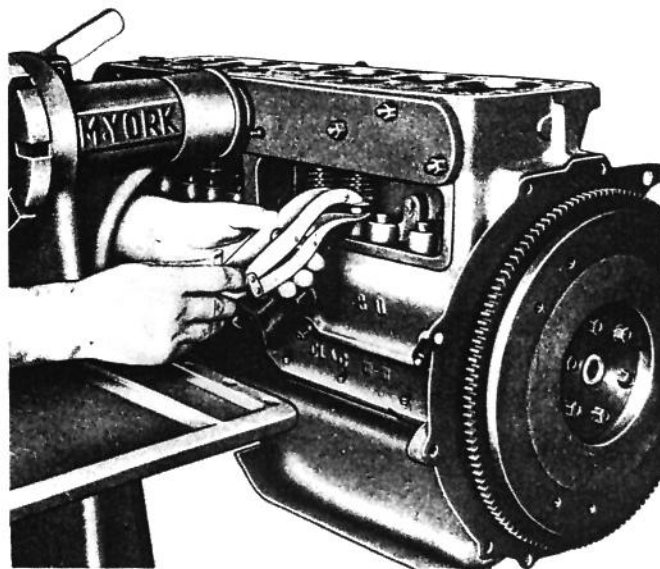

Fig. 14
- válvulas de escapamento (veja Fig. 14)